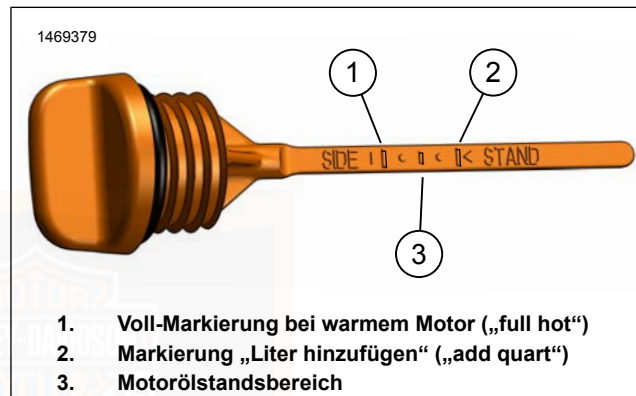

Abbildung 52. Motorölmesstab (Messung bei Fahrzeug auf Seitenänder)
- e. Siehe Abbildung 52. Den Ölstand (3) kontrollieren. Der Ölstand muss zwischen den Markierungen „full hot“ (1) und „add quart“ (2) am Messstab liegen.
16. Siehe Abbildung 52. Nur soviel Öl nachfüllen, dass der Ölstand die Markierung „add quart“ erreicht.